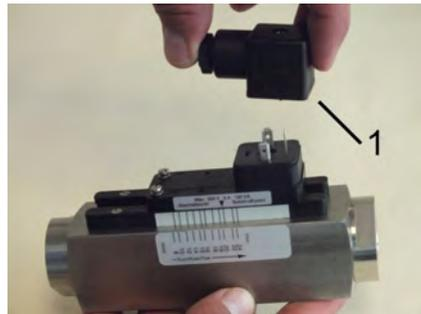

Abb. 66: Steckerdose abziehen
- 2.** ➤ Steckerdose mit dazugehöriger Dichtung (Abb. 66/1) nach oben abziehen